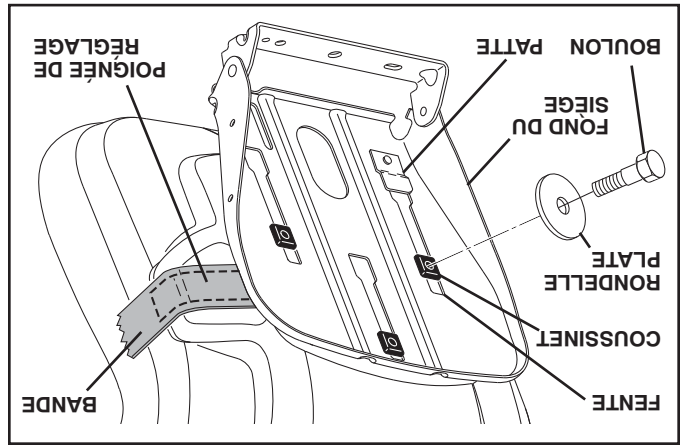

Fig. 4
- ### POUR RÉGLER LE SIÈGE (Voir la Fig. 4)